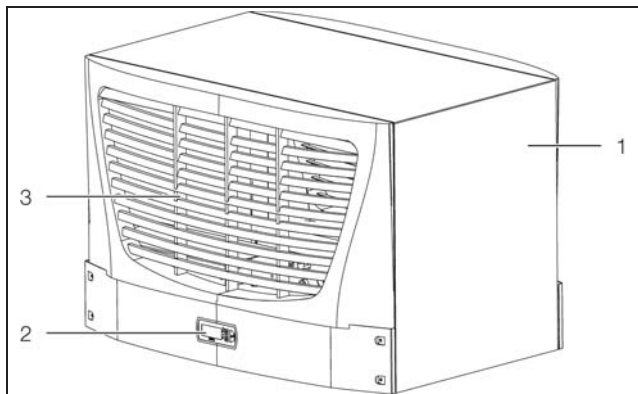
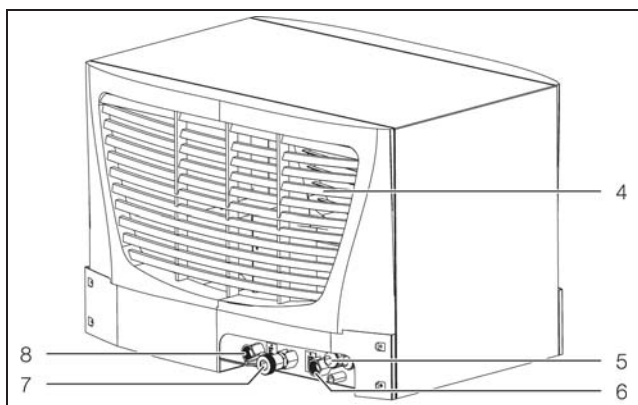

Fig. 1: Vista anteriore (3318.600, 3318.610, 3319.600, 3319.610)
Fig. 2: Vista posteriore (3318.600, 3318.610, 3319.600, 3319.610)
Manicotto di scarico vasca (fig. 2, pos. 7) solo nei modelli 3318.600 e 3319.600.
### Legenda fig.1 e fig.2